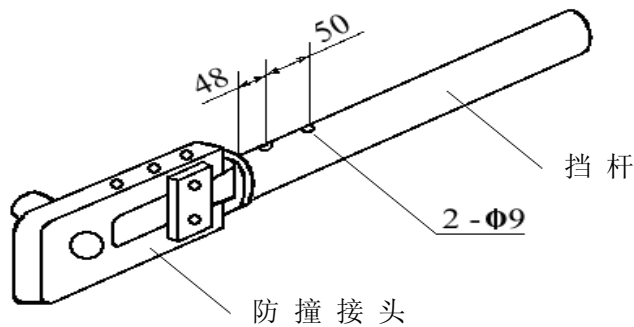

图 7
3.5.2.2 挡杆安装前,先按图 7 在挡杆上钻二个 $\Phi 9$ 孔。